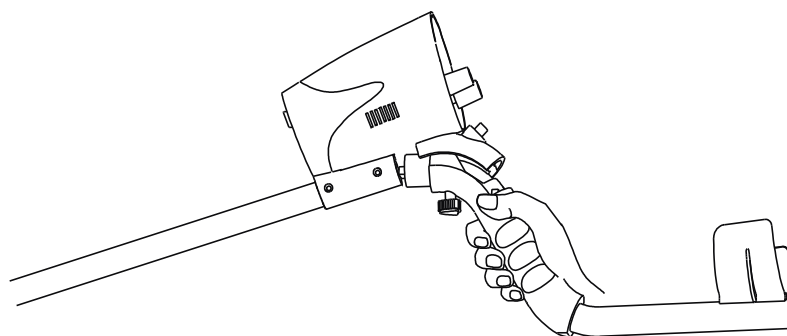

Figura 1
1. Alinhe a parte plástica redonda levantada no manípulo com o entalhe inferior redondo, na parte inferior da caixa de controlo (Figura 1). Empurre firmemente as duas partes.